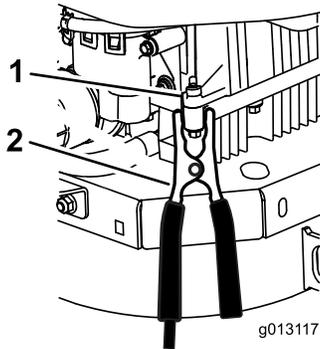

Figura 61
6. Haga la conexión final al bloque motor del vehículo que no arranca (*no* al borne negativo de la batería) en un punto alejado de la batería, y apártese (Figura 61).